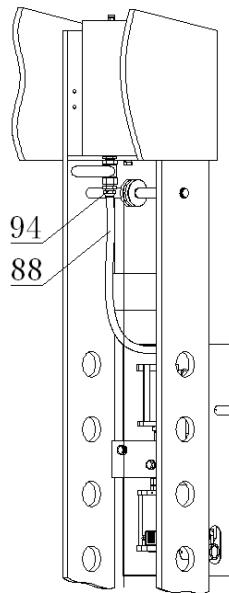

Bild 3
Verbinden Sie den Ölschlauch (88) auf den 1/2"-Anschluss (94) (siehe Bild 3). Sobald der Ölschlauch angeschlossen ist, öffnen Sie das Öltank Ventil, um den Ölfluss zu ermöglichen und auf Dichtheit prüfen.